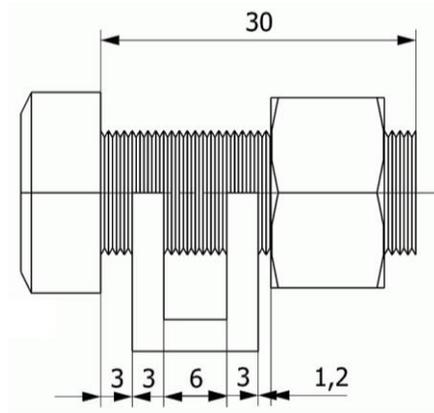

Figura 5.9 Dimensiones banco de pruebas.
- En el plano trazado, se trazarán líneas de referencia indicando las dimensiones que encontramos en el plano siguiente (Figura 5.9):